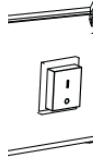

Figura.2
- a. Gire el interruptor de encendido a la posición I y verifique que el ventilador comience a funcionar correctamente. (Figura 2.)